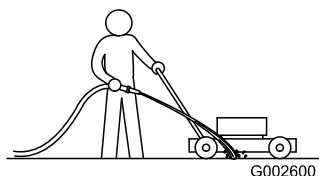

Figura 29
3. Con el motor en marcha y la cuchilla engranada, dirija un chorro de agua por delante de la rueda trasera **derecha** (Figura 29).